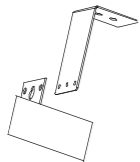

Рис.3
5. Подвесьте обогреватель на кронштейны в соответствии с рис. 3, закрепив сначала один край, а потом другой. Убедитесь, что винты надежно затянуты.